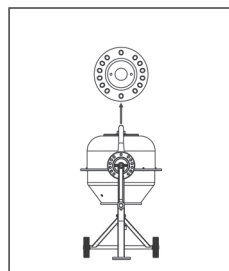

Fig.16
- Almacenar y transportar el dispositivo en la posición descrita en la Fig. 16.